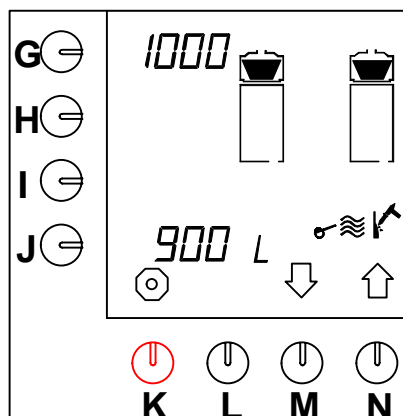

Fig. 53 Avkalkningssignal bryggarsystem
- Tryck på valtangenten (M.)↓ tills fig. 53 visas på displayen.